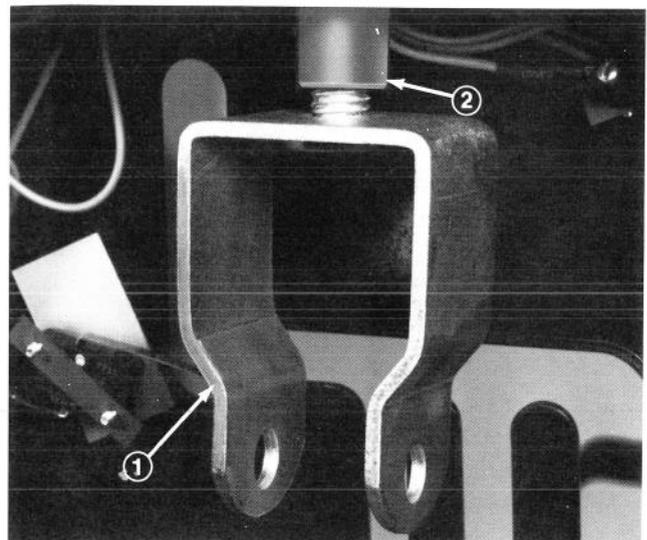

Abb. 8
1. Die Schaltgabel einstellen, bis 3 Gewinde sichtbar werden zwischen der Schaltgabel und dem Drehgelenk (Abb. 8).